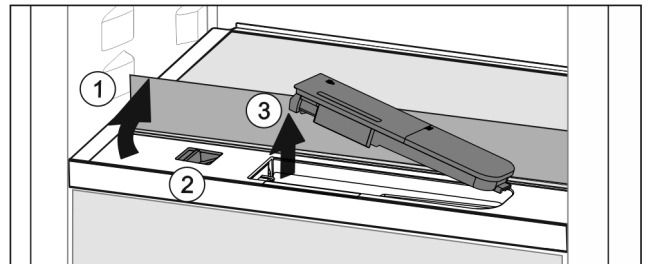

Fig. 121
- ▶ 抬起玻璃隔板，将其向后翻转至止挡 Fig. 121 (1)。
- ▶ 向左推滑块 Fig. 121 (2)。
- ▶ 取出水箱 Fig. 121 (3)。